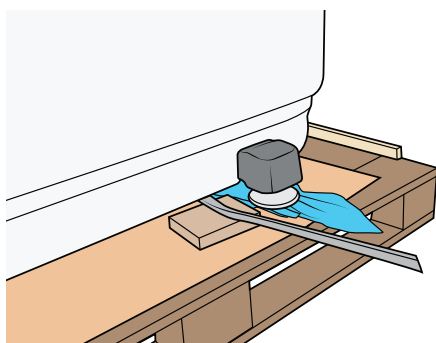

Figure 15
2. Pour faciliter le glissement, soulevez l'autre côté (en utilisant un pied-de-biche) et placez une serviette sous le pied opposé au pied pivot. Voir Figure 15.